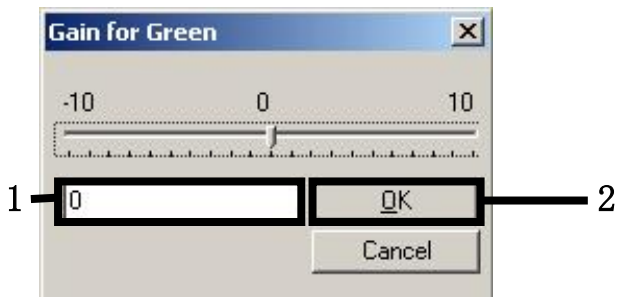

図 6.手動による最小ゲイン値の入力
7. ステップ4に記載された緑のサイクリングを対象とした最小ゲイン値を選択して、[(Gain for Green) 緑用ゲイン] ウィンドウにこの値を手動で入力します (図6)。ステップ4に記載された黄色のサイクリングを対象とした最小ゲイン値を選択して、[(Gain for Yellow) 黄色用ゲイン] ウィンドウにこの値を手動で入力します (図6)。